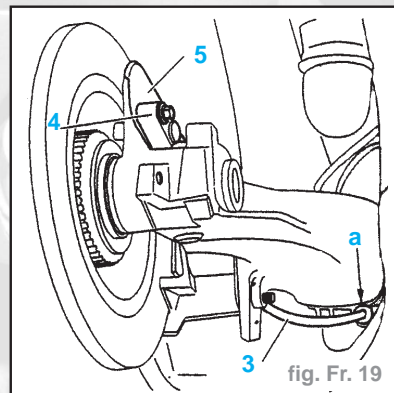

fig. Fr. 19
- Dégrafer le faisceau (3) en "a" (fig. Fr. 19).
- Dégager le faisceau (3).
- Déposer le capteur (4). Laisser la ficelle en place.
- Attacher le connecteur à la ficelle (fig. Fr. 19).
- Reposer le capteur (4) et sa tôle (5), serrer à **0,8 daN.m**
- Passer le faisceau (3) dans l'essieu en tirant sur la ficelle.
- Agrafer le faisceau (3) en "a" (fig. Fr. 19).